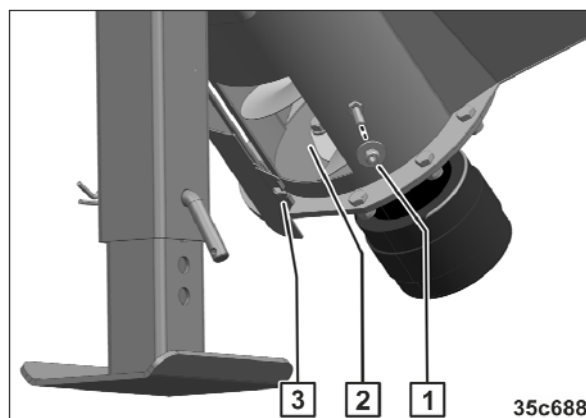

Bild 249
2. Ta bort muttern och skivan (Bild 249/1).
3. Öppna klaffen (Bild 249/3).